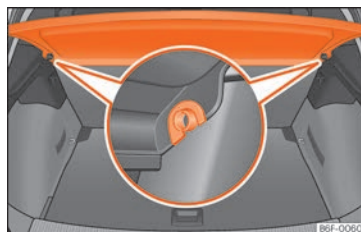

Fig. 162 En el maletero: desmontar y montar la bandeja.
- Desenganche la bandeja de los soportes laterales »» fig. 162 tirando de ella hacia arriba y extraiga la bandeja.
- Introduzca la bandeja horizontalmente haciendo coincidir la "herradura" sobre el eje de los soportes »» fig. 162, y presione hacia abajo hasta que encastre.